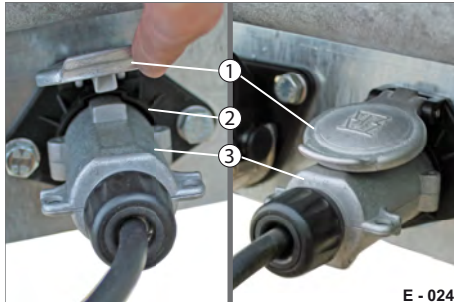

Abb. 8 Stecker geparkt
- ▶ Öffnen Sie den Deckel (Abb. 8/1).
- ▶ Ziehen Sie den Stecker (Abb. 8/3) aus der Parkdose (Abb. 8/2) heraus - nicht am Kabel ziehen.